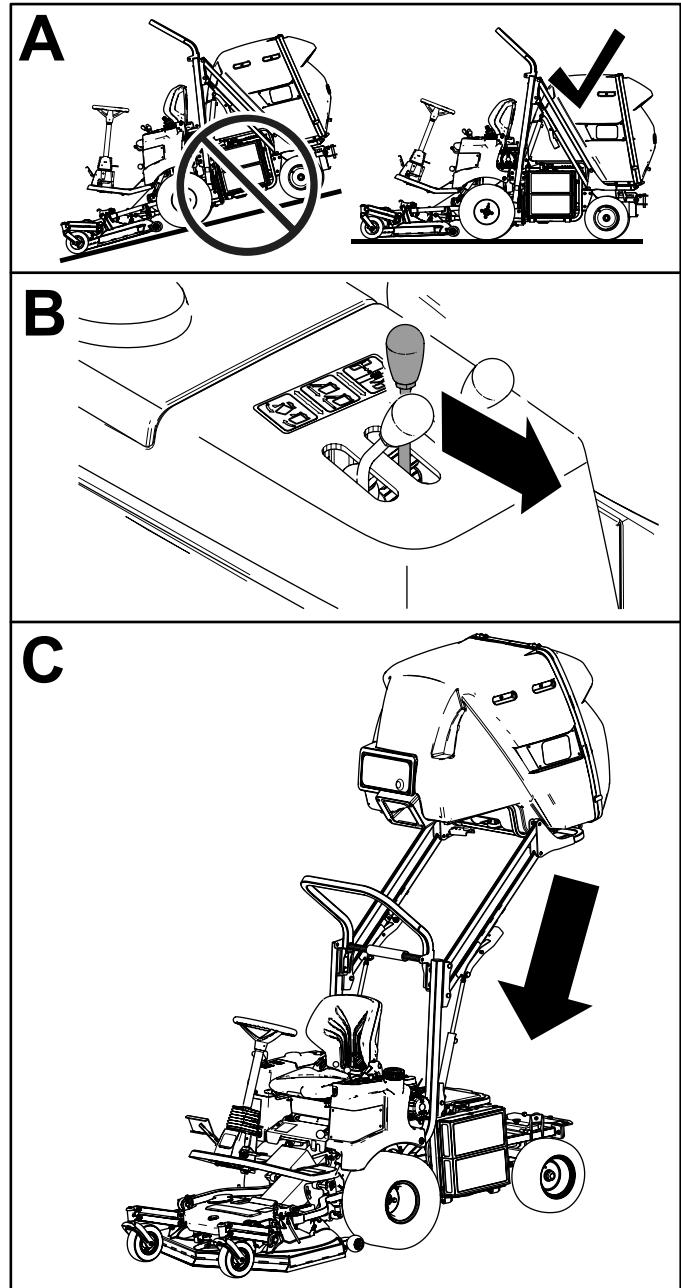

Figura 24
2. Desloque a alavanca da tremonha para a frente para descer a tremonha (Figura 24).